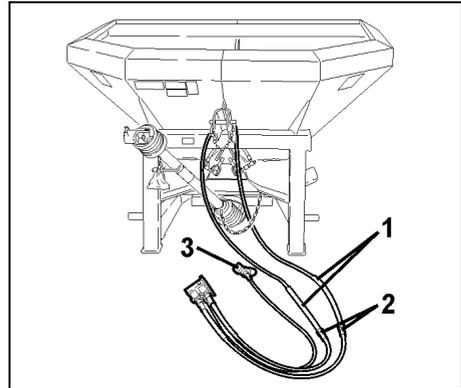

Fig. 76
- Vorhandene Blockhähne von den Hydraulikleitungen (Fig. 76/1) demonstrieren.
- Hydraulikleitungen (Fig. 76/2) der Zweigeinheit an die Hydraulikleitungen (Fig. 76/1) anschließen.
- Schutzkappe (Fig. 76/3) an Anschlussleitung befestigen.